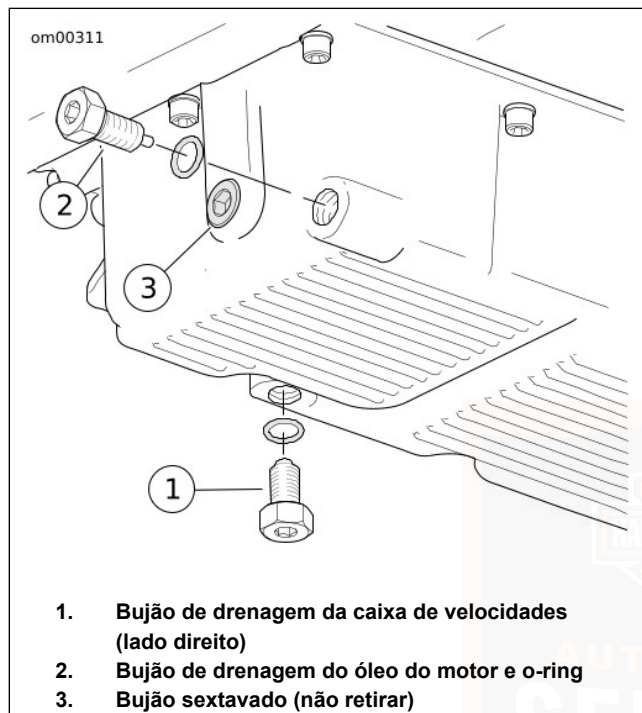

Figura 54. Cárter de óleo
3. Ver Figura 54. Remover o bujão de drenagem de óleo (2). Não retirar o bujão sextavado (3) nem o bujão de drenagem da caixa de velocidades (1). Deixar escorrer completamente o óleo.